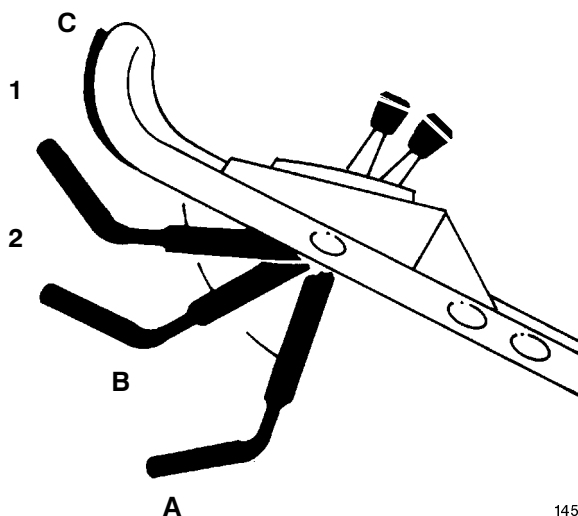

Figure 9
2. Baisser la barre de commande jusqu'en A puis la relever jusqu'en B pour embrayer la lame (Fig. 9).
3. Serrer la barre de commande contre le mancheron (C) pour embrayer la traction (Fig. 9).
La vitesse de traction varie selon l'écart entre la barre de commande et le mancheron. Pour débrayer la traction sans débrayer la lame, laisser la barre de commande descendre graduellement jusqu'à la position médiane (Fig. 9).
Remarque : Ne pas changer de vitesse quand la barre de commande est serrée en position de marche C (Fig. 9) sous peine d'endommager la transmission. **Laisser la barre descendre en position médiane avant de changer de vitesse.**